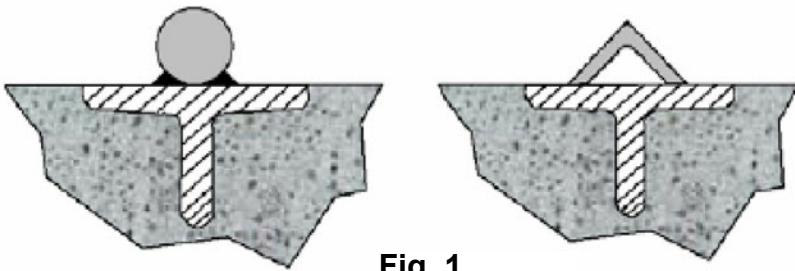
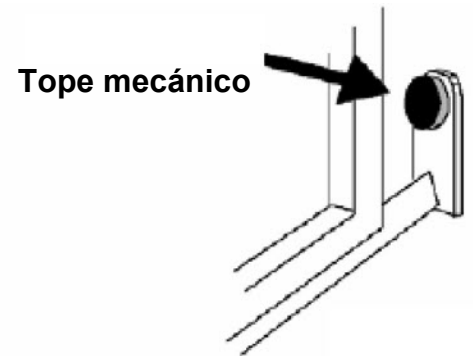
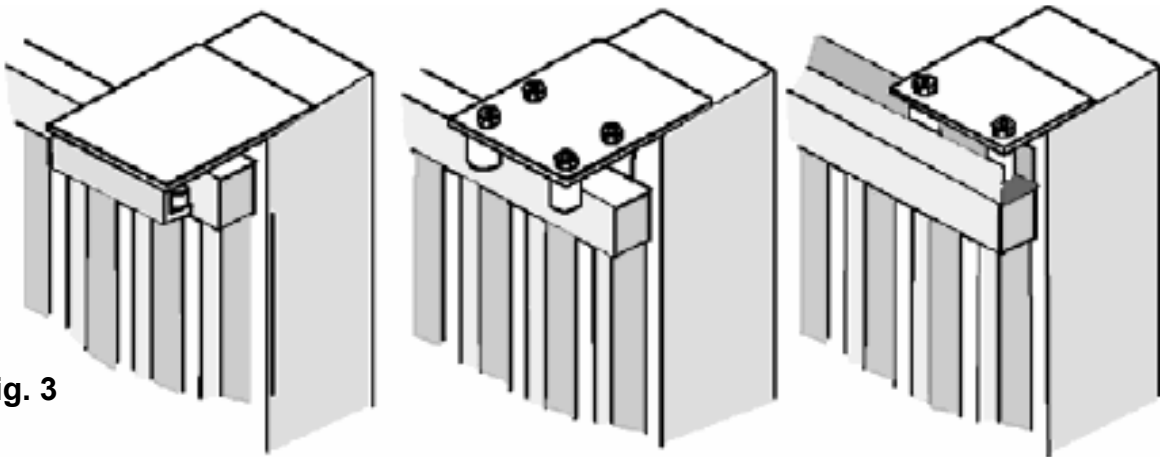

Fig. 1
Fig. 2
Fig. 3
- Antes de proceder al montaje del automatismo controlar el buen funcionamiento de la cancela. Asimismo es conveniente verificar que la guía de desplazamiento a tierra (**Fig. 1**) no presente malformaciones, que se encuentre perfectamente nivelada y que el tope mecánico en apertura esté presente (**Fig. 2**), para evitar que la cancela salga de las guías superiores (**Fig. 3**).
- Verificar que la guía de desplazamiento superior (**Fig. 3**) esté fijada firmemente y que la cancela se desplace libremente.
Posicionar la placa suministrada (Fig. 1) a una distancia de **50 mm/MAX** del borde de la cancela y perfectamente escuadrada, con un ángulo de 90°.